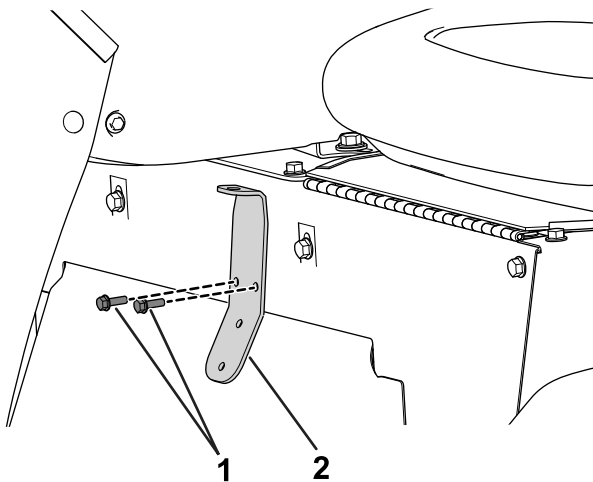

Рисунок 28
2. Присоедините крепление клапана к основанию сиденья с помощью 2 винтов с шестигранными головками и шлицами (1/4-20 x 1/2 дюйма) (Рисунок 28).